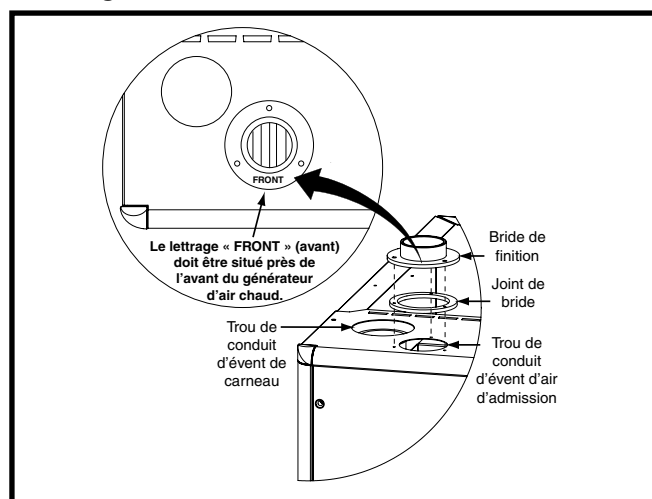

Figure 18. Bride de finition
REMARQUE : Pour une installation appropriée, il est important d'aligner le conduit et les trous de vis dans les brides de finition, le joint d'étanchéité et l'armoire. Consulter le Figure 18.
2. Placer la bride de finition sur le dessus du joint d'étanchéité de bride. **REMARQUE :** S'assurer que la bride est bien orientée de façon à ce que le lettrage « FRONT » (avant) soit situé à proximité de l'avant du générateur d'air chaud, comme indiqué à la Figure 18.